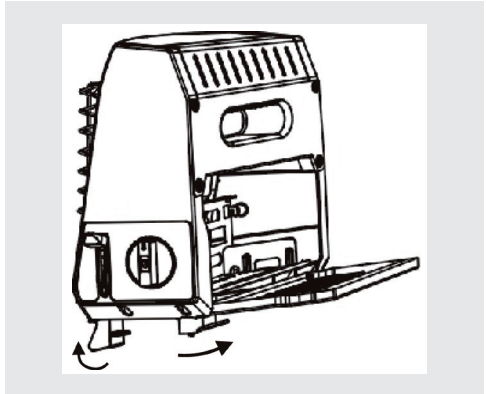

Abb.2a: Ausziehen der Stützfüße
1. Ziehen Sie die vorderen 2 Stützfüße (siehe Abb. 2a) heraus, um einen sicheren Stand zugewährleisten.